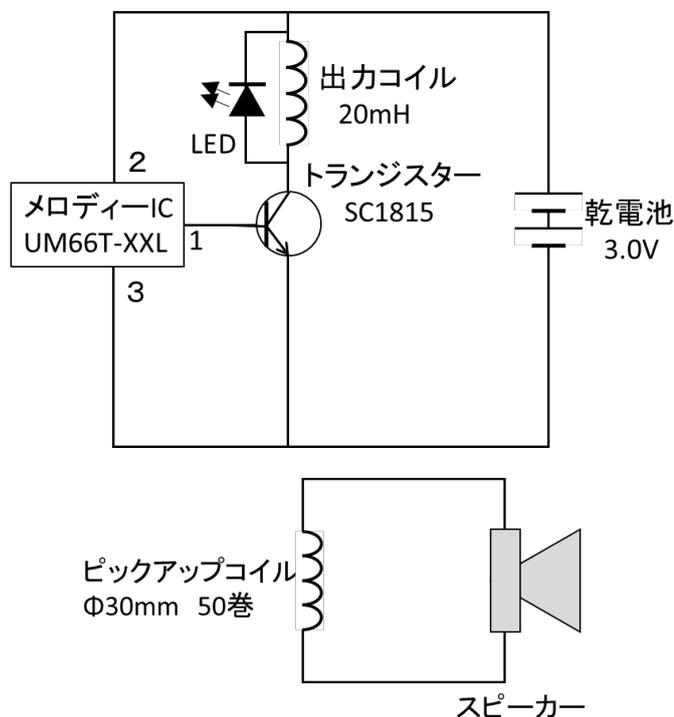

図2-1 かざしてオルゴールの回路図
- ① トランジスターの^{ほん}3本の^{あし}足を^す図のように^ま曲げ、ブレッドボードの^{しるし}印の^{いち}位置に^{さしこ}差し込みます。(図2-1を^{さんしょう}参照してください)
- ② メロディーICの3本の足の^{ほん}も^{あし}も^すのように^ま曲げ、ブレッドボードの^{しるし}印の^{いち}位置に^さし^こ込みます。(図2-1を^{さんしやう}参照してください)